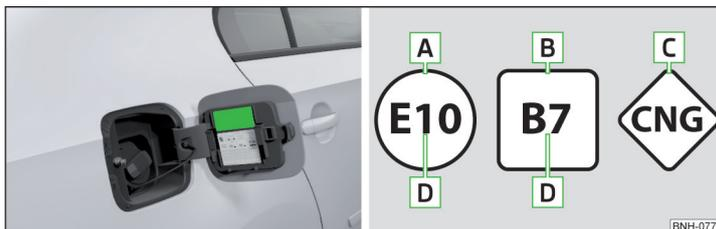

Fig. 223 Etiqueta con combustible prescrito / designación gráfica de los tipos de combustible
En el lado interior de la tapa del depósito de combustible se indica el combustible prescrito para su vehículo » fig. 223.
**Nombre gráfico de los tipos de combustible » fig. 223**
En el lado interior de la tapa del depósito de combustible se indica el combustible prescrito para el vehículo » fig. 223 de la pág. 201.